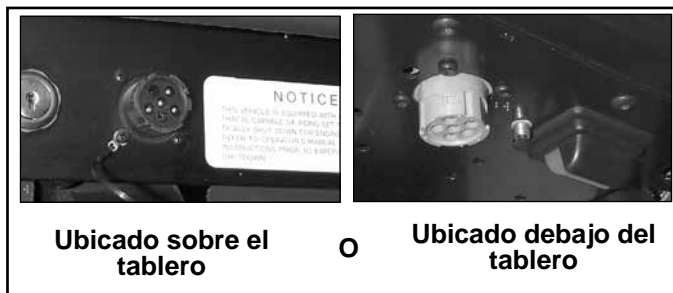

FIGURA 9 - UBICACION TÍPICA DEL CONECTOR DE DIAGNOSTICO DEL VEHICULO (J1708/J1587, J1939)
3. Comunica la información apropiada del código de daños sobre la conexión de diagnóstico de comunicaciones de serie, como es requerido. Las herramientas de diagnóstico manual o un PC, se adhieren al conector de diagnóstico del vehículo, típicamente ubicado sobre o debajo el tablero de instrumentos (ver Figura 9).
Ver Figura 9 para las ubicaciones típicas del conector del vehículo.